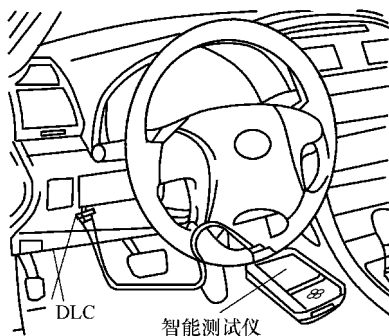

图 5-87 连接智能测试仪
- 3) 将智能测试仪连接到 DLC 上，如图 5-87 所示。
4) 将点火开关转到 ON (IG) 位置, 并打开智能测试仪。
- 3) 将智能测试仪连接到 DLC 上, 如图 5-87 所示。
- 4) 将点火开关转到 ON (IG) 位置, 并打开智能测试仪。